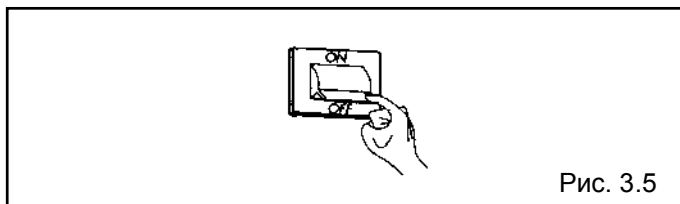

Рис. 3.5
- выключите электропитание котла, поставив общий выключатель в положение «OFF» (рис. 3.5);